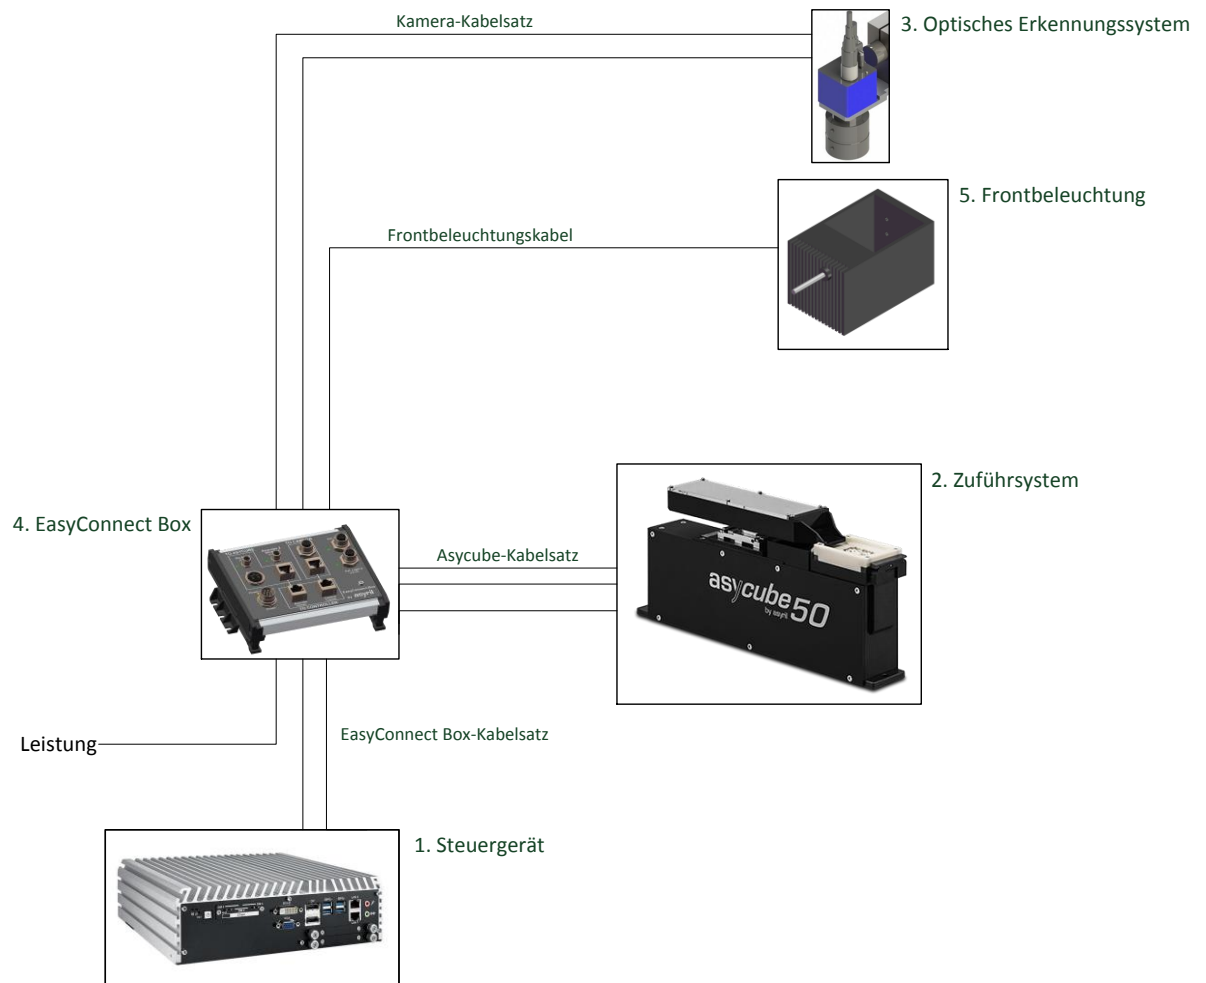

Abbildung 2-2: Standardlieferumfang von SmartSight
SmartSight besteht aus der auf einem Industrie-PC (1) installierten leistungsfähigen Asyрил-Software zur optischen Erkennung von Teilen und Steuerung von Zuführsystemen, einem Asycube (2) und einem optischen Erkennungssystem (3) mit Kamera und Objektiv sowie allen erforderlichen Kabeln (Abbildung 2-2 zeigt einen Überblick über die SmartSight-Komponenten).